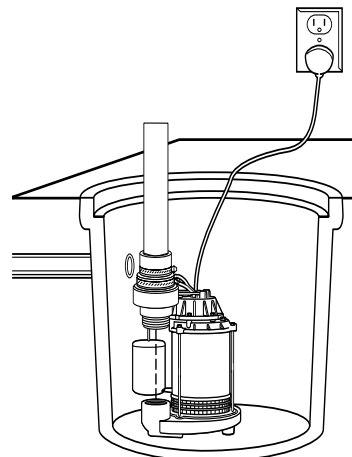

Figura 2 – Instalación de bomba sumergible
1. Construya una cuenca de concreto, acero o plástico para el sumidero que tenga 24 pulgadas (61 cm) de fondo y al menos 11 pulgadas (28 cm) de diámetro (Figura 2). Si ya hay un sumidero asegúrese de que tenga el tamaño correcto.